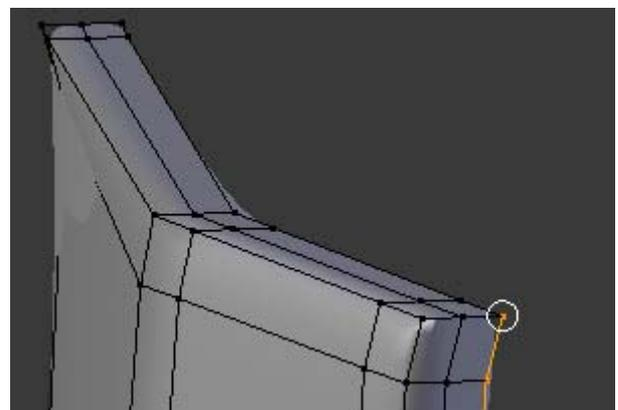

Figura 4.148
2. Repita o procedimento 1 tendo como referência o vértice seguinte do rebordo superior, figura 4.148.